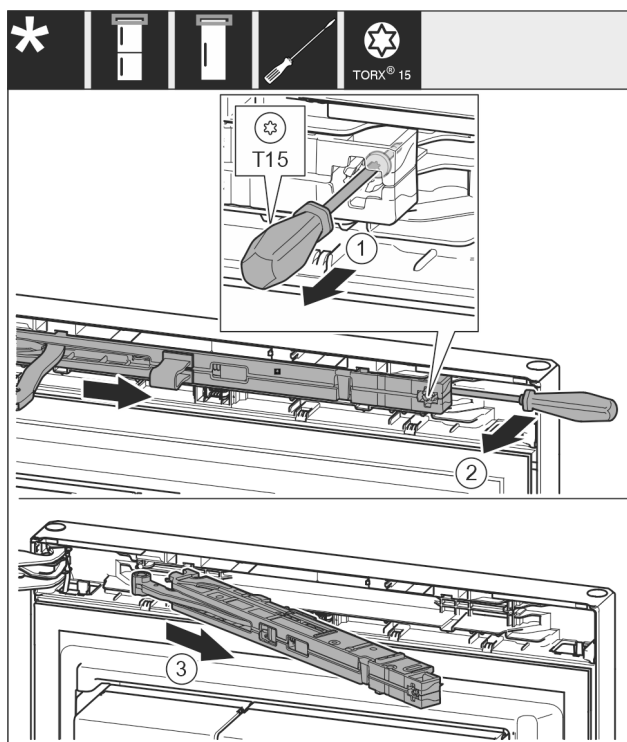

Fig. 8
- ▶ Λασκάρετε τη βίδα από τη μονάδα αποσβεστήρα κλεισίματος με κατσαβίδι T15 περ. 14 mm. Fig. 8 (1)
- ▶ Περάστε ένα κατσαβίδι από την πλευρά της λαβής πίσω από τη μονάδα αποσβεστήρα κλεισίματος και περιστρέψτε τη μονάδα προς τα εμπρός. Fig. 8 (2)
- ▶ Τραβήξτε έξω τη μονάδα αποσβεστήρα κλεισίματος. Fig. 8 (3)